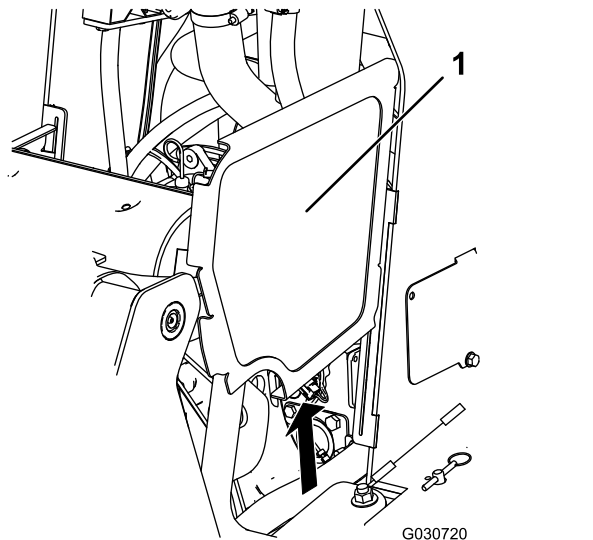

**Bild 34**
1. Entfernen Sie die Befestigungen (Bild 34).
2. Heben Sie die hintere Abdeckplatte an, um die internen Teile zugänglich zu machen (Bild 34).